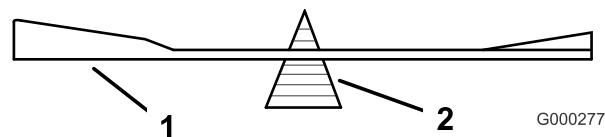
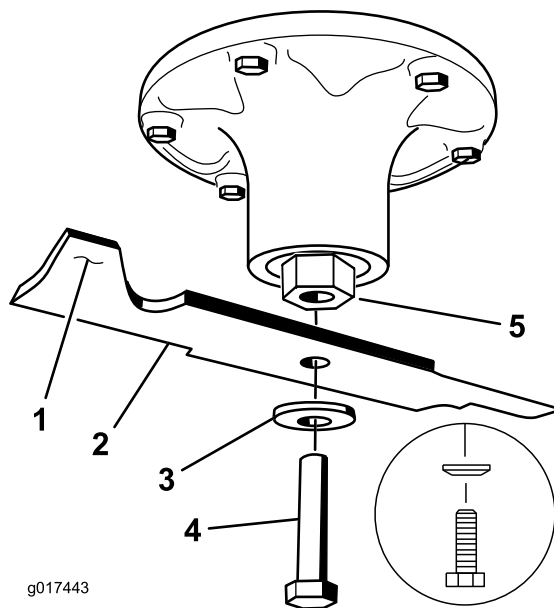

Figura 83
Figura 84
2. Controllate l'equilibrio della lama posizionandola su un bilanciatore (Figura 83). Se la lama rimane in posizione orizzontale, è bilanciata e può essere utilizzata. Se la lama non è bilanciata, limate del metallo soltanto dalla costa (Figura 84). Ripetete la procedura finché la lama non è perfettamente bilanciata.
2. Montate la lama, il disco elastico e il bullone della lama. Il cono del disco elastico deve essere rivolto verso la testa del bullone (Figura 84). Serrate il bullone della lama a 115–150 N m.